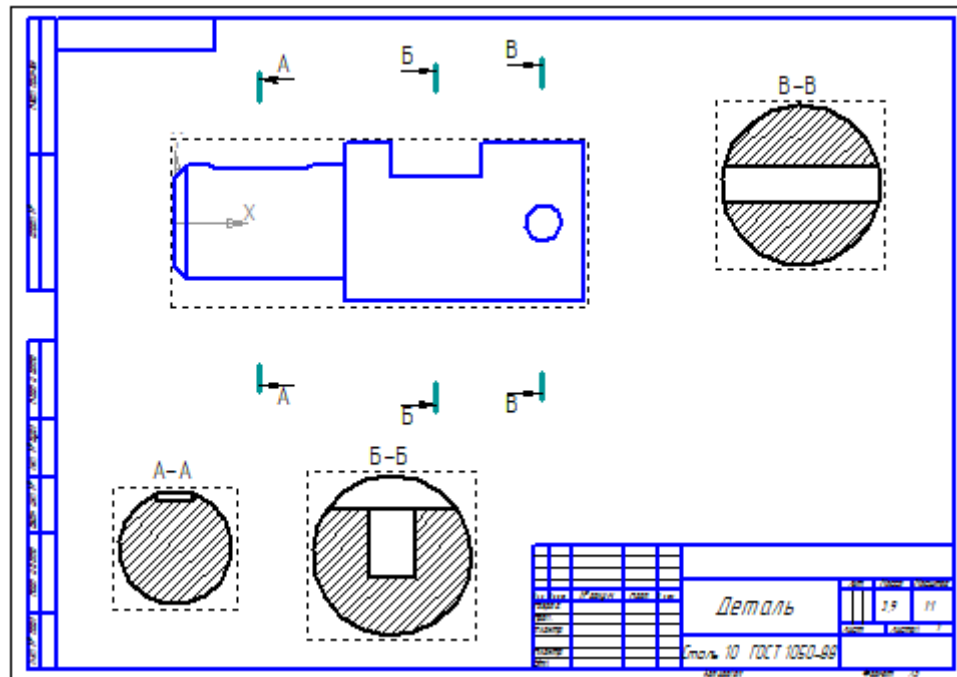

Рис. 7.17
18. Для побудови перетинів не треба руйнувати вид. Вид повинен бути активним. Необхідно вибрати на *Інструментальній панелі*  *Позначення* -  *Лінія розрізу*. Клацнути по передбачуваних місцях розрізу деталі, на *Панелі властивостей* відключити  *Проекційний зв'язок*. Отриману фігуру встановити в потрібному місці (рис. 7.17).